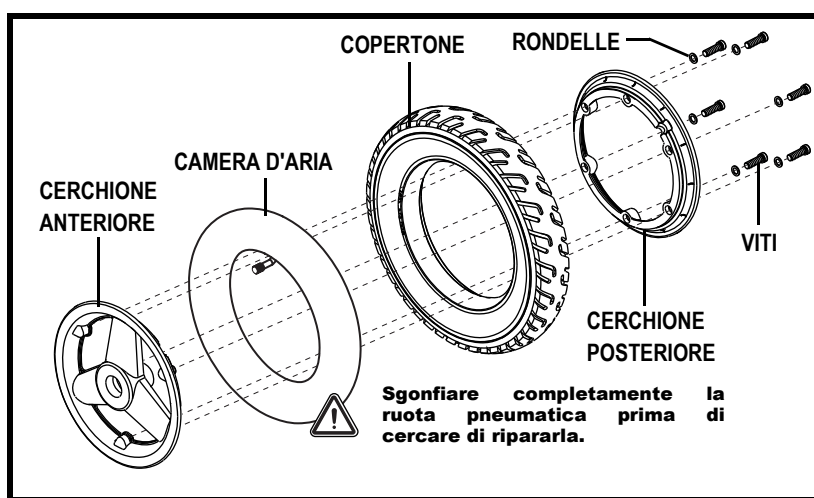

Figura 25. Ruota Motrice smontata della Vogue
6. Rimuovere le viti che fissano le due metà del bordo insieme. Vedere figura 25.